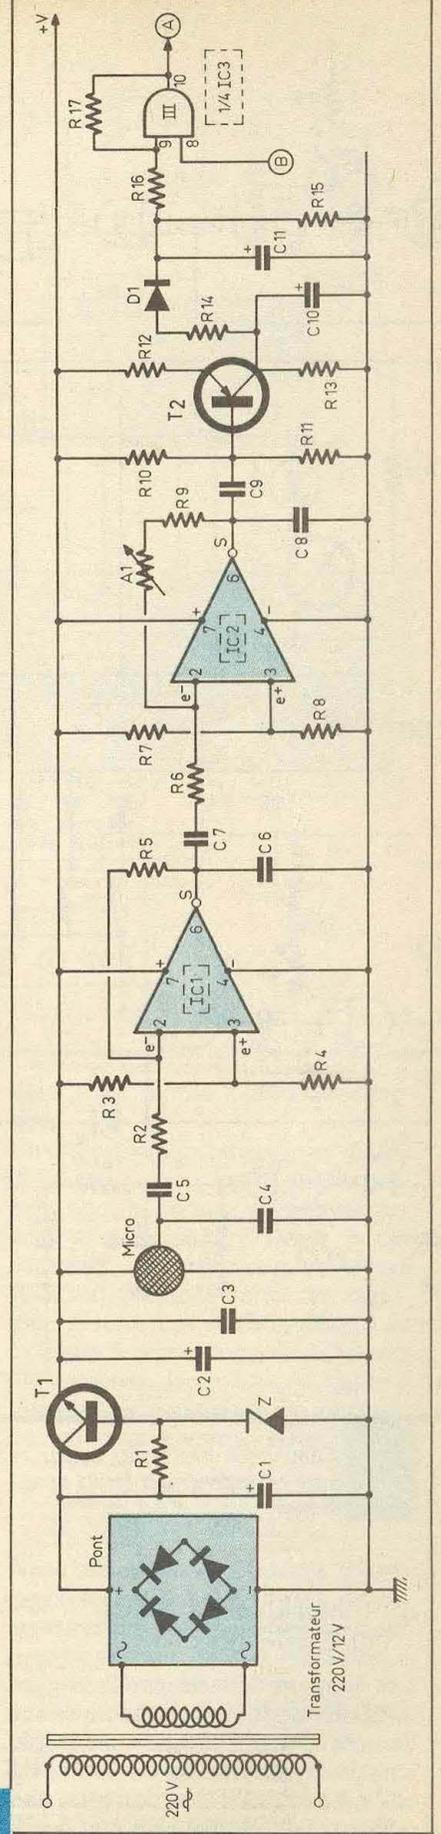

Fig. 2
c) Mise en forme du signal (fig. 2 et 3)